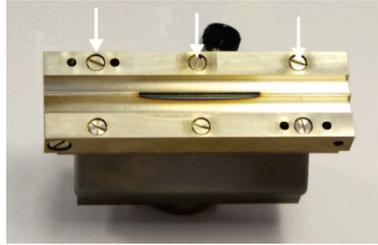

Fig. 44 Vis sur la mâchoire avant du brûleur
1. Dévisser les vis de la mâchoire avant du brûleur (flèches dans Fig. 44) (la vis de fixation du brûleur sur le manchon de la chambre de mélange se trouve sur le côté de la mâchoire avant du brûleur).